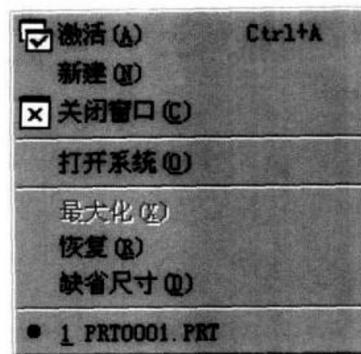

图 1.16
- 窗口 对工作窗口进行管理的工具，如图 1.16 所示。例如当要使用某个闲置的窗口时，就需要用“激活”命令将其激活才可以使用；如果要进行当前目录文件的清理，则需要使用“打开系统”命令等